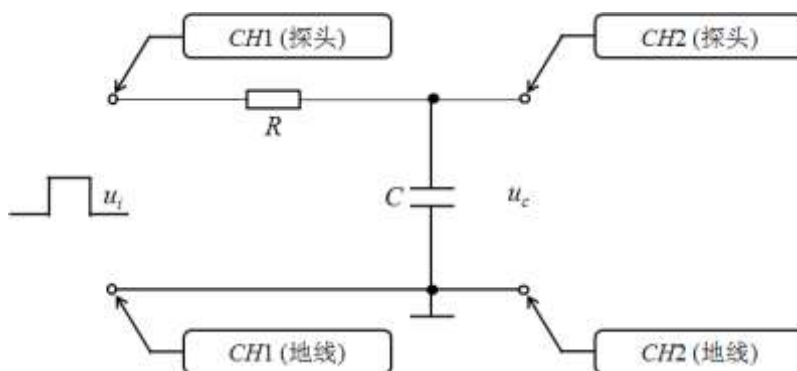

图 3.1
- 1) 测试电路如图 3.1 所示，电阻 $R = 2k\Omega$ ，电容 $C = 0.01\mu F$ 。